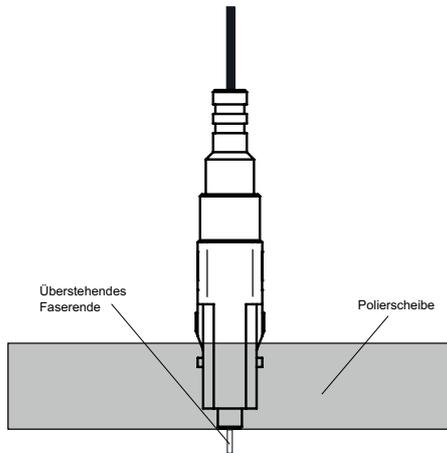

Bild 7 Polierscheibe mit Führung des Steckverbinders
- Den SC Kontakt in die Polierscheibe (s. Bild 7) stecken und das überstehende Faserende mittels Polierbogen auf einer glatten Unterlage (z.B. Glasscheibe) abschleifen bis die Faserendfläche plan zur Polierscheibe ist.